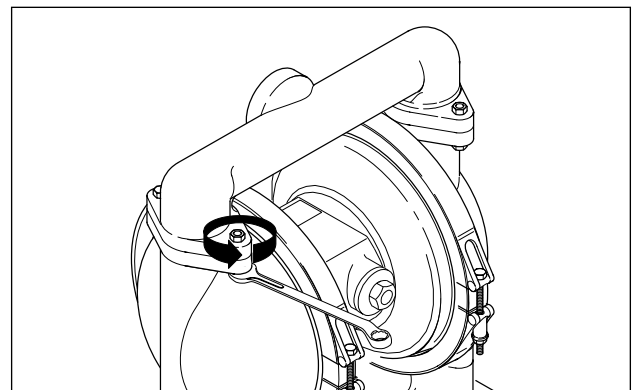

Fig. 8: Retirar la tubuladura de presión y de aspiración.
- Soltar los tornillos y desmontar las tubuladuras de presión y de aspiración (Fig. 8).